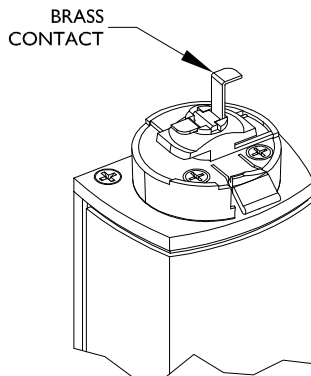

FIG. 3
1. Raise BRASS CONTACT to high position by pulling CONTACT as high as stop permits (See FIG.3)
1. Soulever le contact de laiton jusqu'à la position supérieure en tyrant le contact vers le haut jusqu'à ce qu'il s'arrête complètement. (voir *fig.3*)